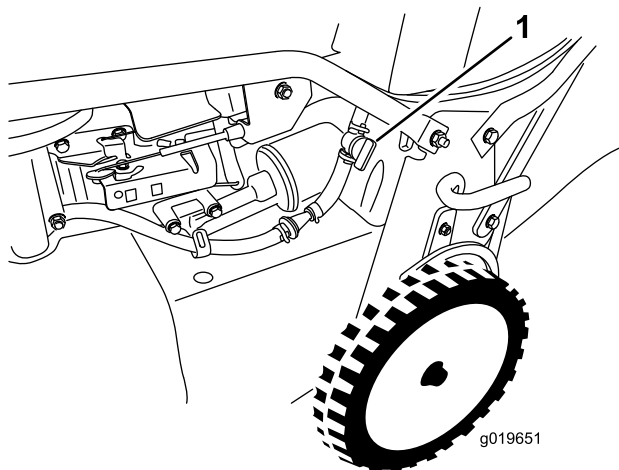

Figure 17
2. Ouvrez le robinet d'arrivée de carburant (Figure 17).